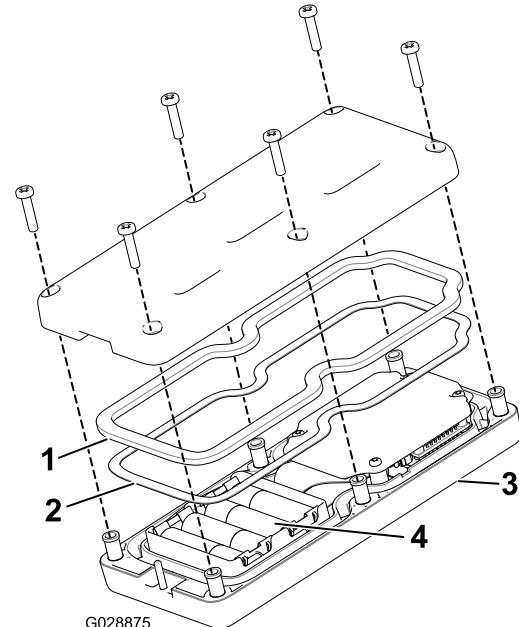

Figure 18
3. Veillez à bien engager le joint en acier et le joint en caoutchouc dans la gorge de la télécommande puis remettez le couvercle arrière en place (Figure 18).
4. Fixez le couvercle avec 6 vis (Figure 18) serrées à un couple de 1,5 à 1,7 N·m.